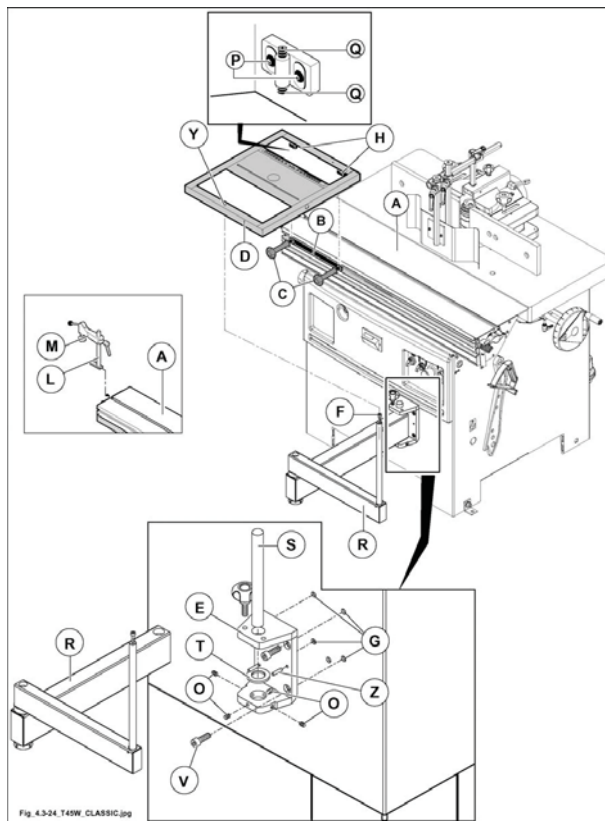

Fig. 4.3-24
- 1) Inserire il supporto (B fig. 4.3-24) nella scanalatura del carro vagone (A fig. 4.3-24).
- 2) Posizionare la bandiera (R fig. 4.3-24) come in figura; appoggiare il telaio (D fig. 4.3-24) sul supporto (B fig. 4.3-24) inserendo i due pattini (H fig. 4.3-24) nella scanalatura del vagone e la vite (F fig. 4.3-24) nel foro (Y fig. 4.3-24).
la vite (F fig. 4.3-24) deve alloggiare perfettamente nell'apposito foro presente sotto al telaio (D fig. 4.3-24).
- 3) Livellare il piano (D fig. 4.3-24), se necessario, agendo sulla vite (F fig. 4.3-24).
- 4) Serrare i pomelli (C fig. 4.3-24).
- 5) Inserire la colonnetta (L fig. 4.3-24) con il pressore (M fig. 4.3-24) nella scanalatura del carro vagone (A fig. 4.3-24) e ruotarla in senso orario per bloccarla.
- allentare i pomelli (C fig. 4.3-24);
- allentare le viti (P fig. 4.3-24) e agire sui grani (Q fig. 4.3-24) per regolare la posizione in altezza.